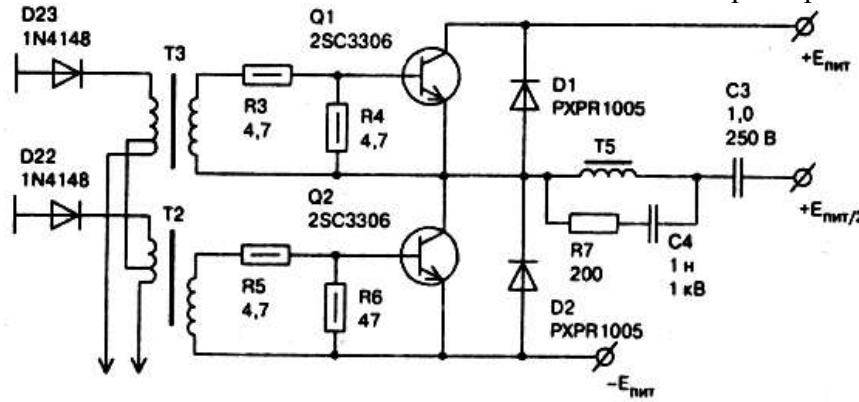

Рис. 6. Принципиальная схема полумостового преобразователя RS-6220C
*Полумостовой преобразователь.* На вход преобразователя сигналы управления могут передаваться через согласующий трансформатор. В некоторых источниках роль согласующего выполняет пара отдельных трансформаторов, как это имеет место в источнике питания (рис. 6) – трансформаторы T2, T3. Последовательное включение конденсаторов с рабочей обмоткой импульсного трансформатора позволяет устраниить несимметричный характер перемагничива-